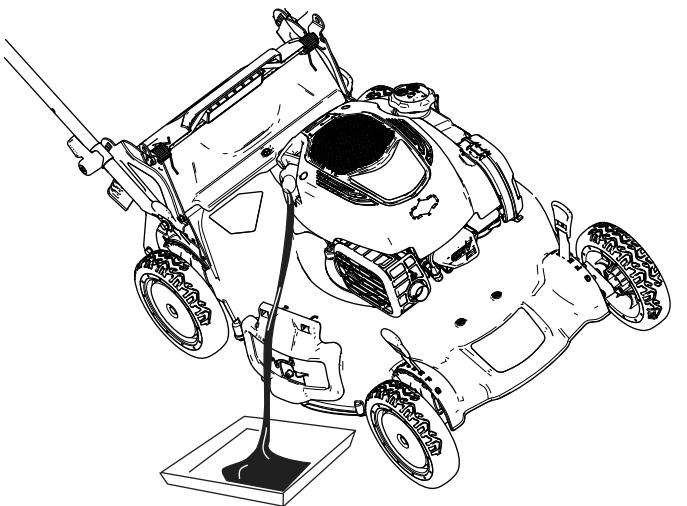

Bild 34
4. Kippen Sie die Maschine seitlich (Luftfilter nach oben), um das Altöl aus dem Ölentnahmestutzen abzulassen (Bild 34).